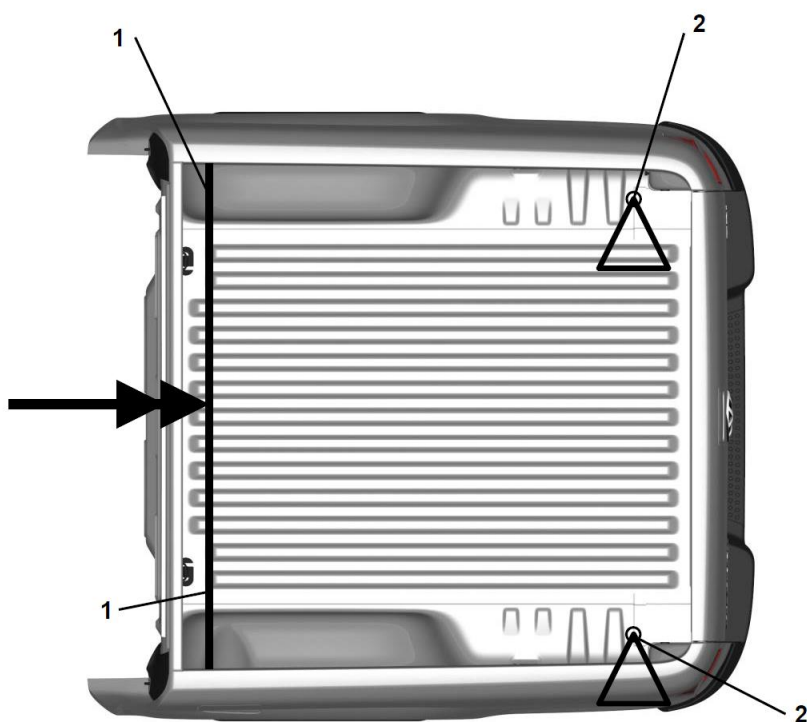

Fig. 4.3.3: Rigidità statica del cassone tra punti di avvvitamento anteriori (1) e posteriori (2) della scocca grezza, $CT = 1.400 \text{ Nm/}^\circ$
- In caso di sostituzione del cassone con altre sovrastrutture si deve osservare una rigidità torsionale statica massima della sovrastruttura di $C_T = 1400 \text{ Nm/}^\circ$ (cfr. fig. 4.3.3).